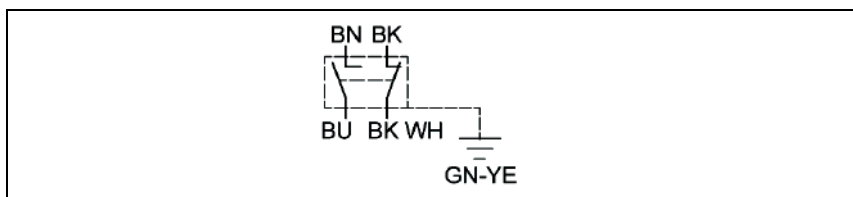

Рис. 15: Электрическая схема подсоединения для конечного выключателя
1. Выньте защитный элемент (1) из конечного выключателя.
2. Удалите защитный элемент (2) с соединительного штекера.
3. Вставьте соединительный штекер (3) в конечный выключатель.
4. Поверните винт (4) на 90° по часовой стрелки.
5. Подсоедините концы проводов (5) в соответствии с изображенной схемой (см. Рис. 15).